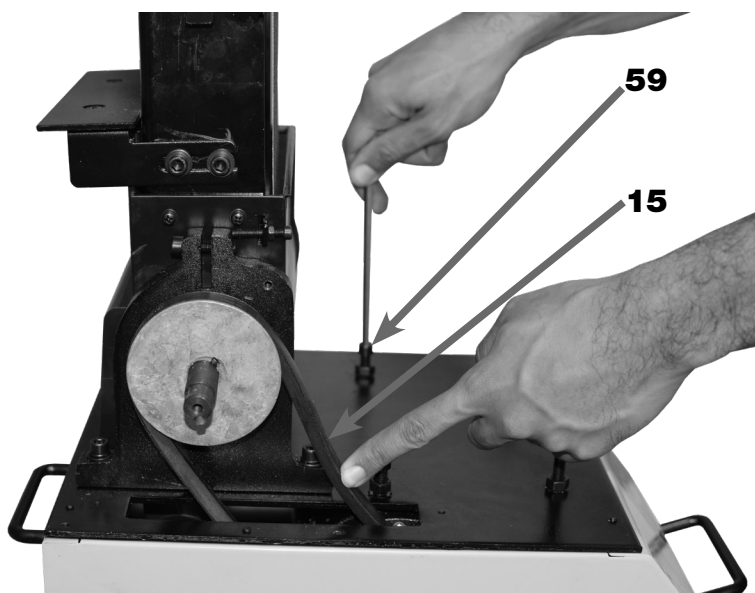

FIGURA 39 – Tensionamento da Correia
13. TENSIONAR a Correia (15) apertando os Parafusos Tensionadores da Correia (59) (figura 39);
14. VERIFICAR o tensionamento da Correia (15) pressionando a mesma conforme figura 39, até sentir resistência a pressão;
15. MONTAR a Caixa de Proteção (16);
16. MONTAR a Proteção do Disco da Lixa (36) pelos Parafusos de Fixação (56) e (57);
17. MONTAR o Disco da Lixa (06);
18. INSTALAR uma nova Lixa de Disco (12) conforme procedimento descrito no Capítulo– Instalação, Montagem;
19. MONTAR a Mesa da Lixa de Disco (07) conforme procedimento descrito no Capítulo – Instalação, Montagem;
20. ENCAIXAR a Palheta de Segurança (61) na Chave LIGA/DESLIGA (23)
21. CONECTAR o Plugue (25) na tomada da Rede Elétrica do usuário;
22. LIGAR a máquina pela Chave LIGA/DESLIGA (23);